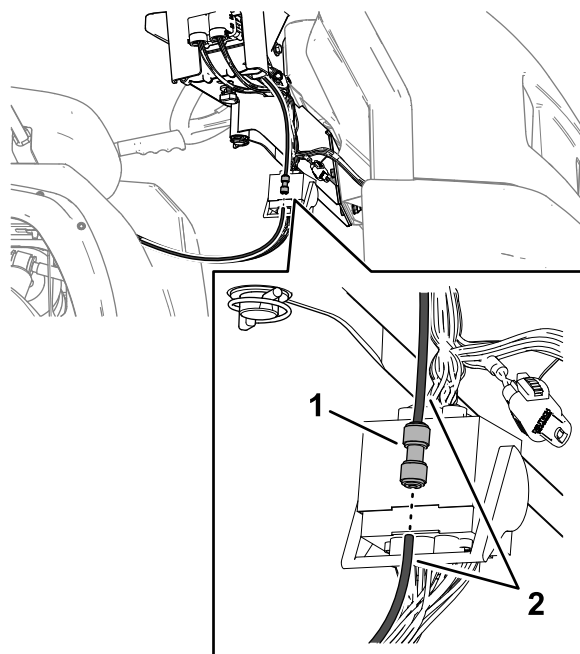

Figura 96
- Demontați unul dintre tuburile de detectare a presiunii din fittingul de conectare prin apăsare, așa cum este indicat în Figura 96.